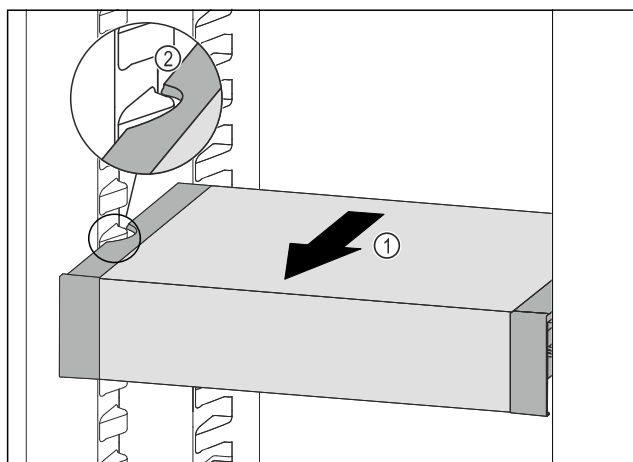

Fig. 131
- ▶ VarioSafe dras framåt Fig. 131 (1) tills sidofördjupningarna på VarioSafe är i samma nivå som behållarlisterna i kyldelen. Fig. 131 (2)